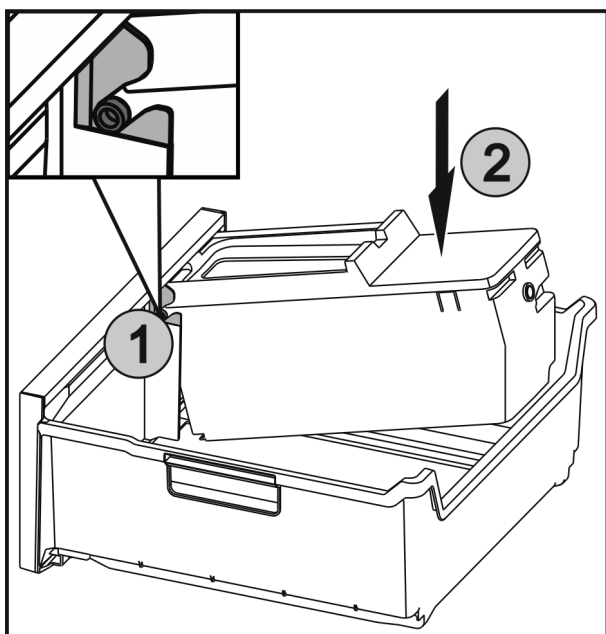

Fig. 50
- ▶ Osie Fig. 50 (1) na EasyTwist-Ice wsunąć w prowadnicę, a tylną stronę wcisnąć, Fig. 50 (2) aż nakładka się zażębi.